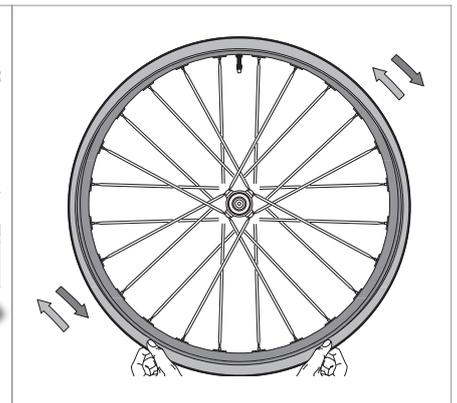

Fig.20
- Gire y agite la rueda de modo que el líquido pueda sellar toda la superficie interior de la cubierta. Aplique agua y jabón en la cubierta y compruebe si existen eventuales burbujas, que pueden indicar fugas de aire de la cubierta. Coloque la rueda de modo que el líquido fluya por las zonas de las fugas de aire para que las obstruya (Fig. 20).